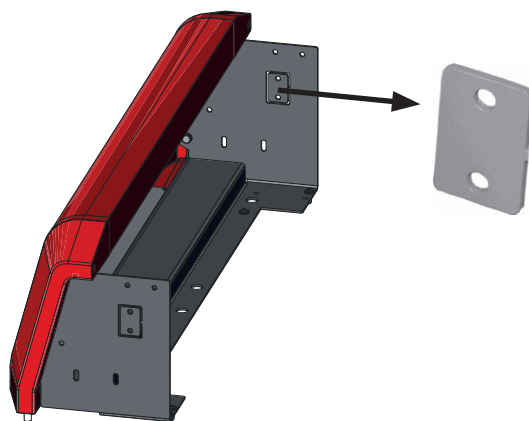

Fig. 67 Rompere la piastrina di fissaggio per la parete laterale
- ▶ Staccare la piastrina di fissaggio per la parete laterale destra dal pannello di comando – Fig. 67.